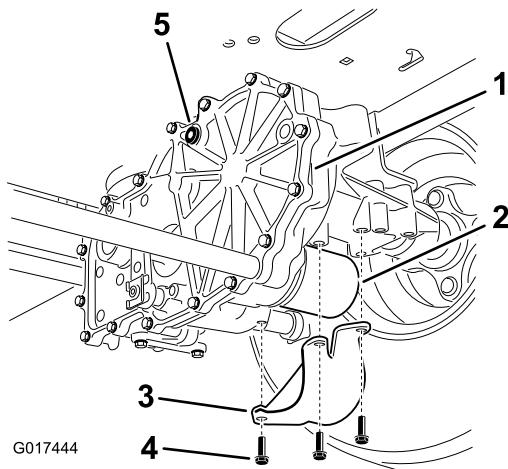

Figure 68
2. Trouvez le filtre et les protections sur chaque transmission de la boîte-pont (Figure 68). Retirez les trois vis de fixation de la protection et enlevez la protection.